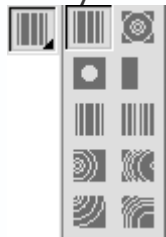

Рис. 1.32. Макрокоманды формирования рельефа
• Кроме организации ландшафта, ArCon предлагает функции для формирования рельефа. Они собраны в вариантной кнопке (рис. 1.32) и позволяют создавать следующие особенности рельефа: